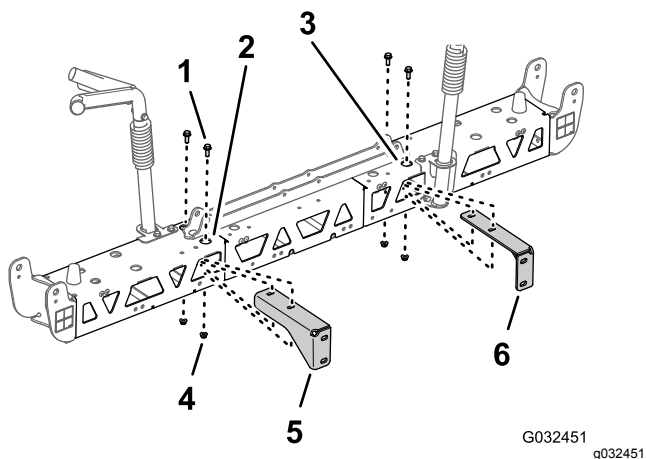

Рисунок 56
2. Совместите отверстия в правом опорном кронштейне с отверстиями в правой ферменной раме, как показано на Рисунок 56.
- Установите правый опорный кронштейн на правую ферменную раму (Рисунок 56) при помощи двух болтов с фланцевыми головками ($\frac{3}{8}$ x 1 дюйм) и двух фланцевых контргаек ($\frac{3}{8}$ дюйма), снятых при выполнении пунктов 2 и 3 раздела Демонтаж опорных кронштейнов со средней секции опрыскивателя \(страница 29\).
- Повторите действия, описанные в пунктах 2 и 3, для левого опорного кронштейна на левой ферменной раме (Рисунок 56).